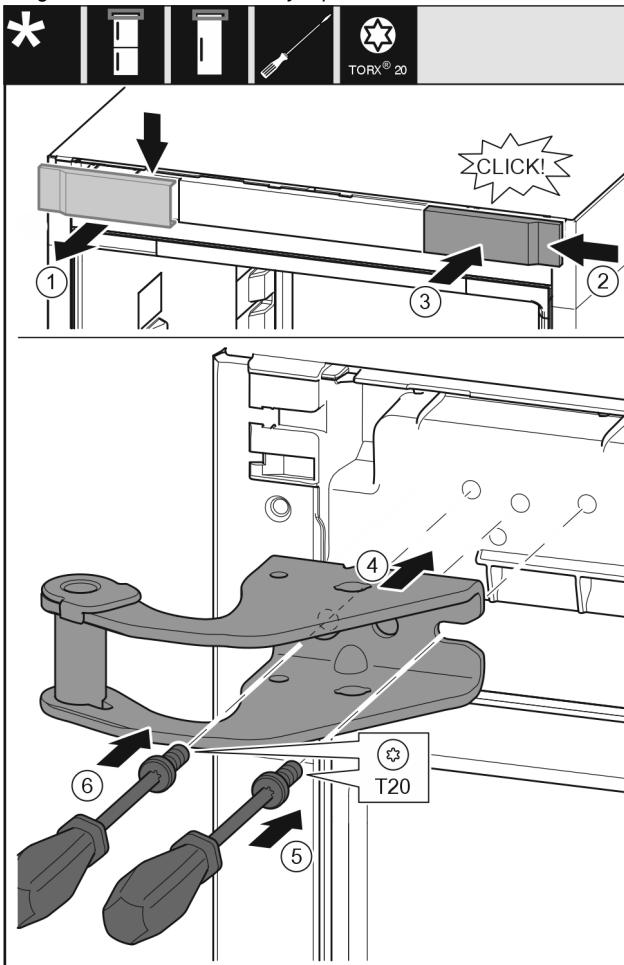

Fig. 8
- Pokrov snemite od zgoraj v smeri naprej. Fig. 8 (1)
- Pokrov, obrnjen za 180°, namestite na drugi strani z desne strani. Fig. 8 (2)
- Zataknite pokrov. Fig. 8 (3)
- Pristavite zgornji ležajni podstavek. Fig. 8 (4)
- Vijak vstavite z izvijačem T20 in ga zategnite. Fig. 8 (5)
- Vijak vstavite z izvijačem T20 in ga zategnite. Fig. 8 (6)